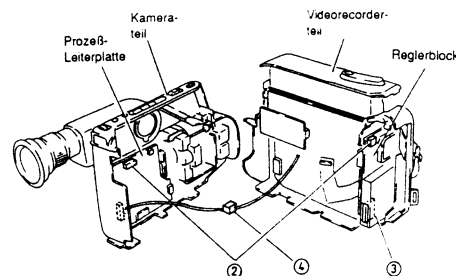

Abb. 2-23
- 2) Zwei (2) Stecker (CN515, CN903) auf dem Reglerblock und der Prozeß-Leiterplatte abtrennen (siehe Abb. 2-23).
- 3) Ein (1) Flachkabel (CN1216) von dem Reglerblock abtrennen.
- 1) Zwei (2) Laschen freigeben und die Zoom-Schalterplatte in Richtung des Pfeiles von dem Hilfschassis abnehmen (siehe Abb. 2-23).